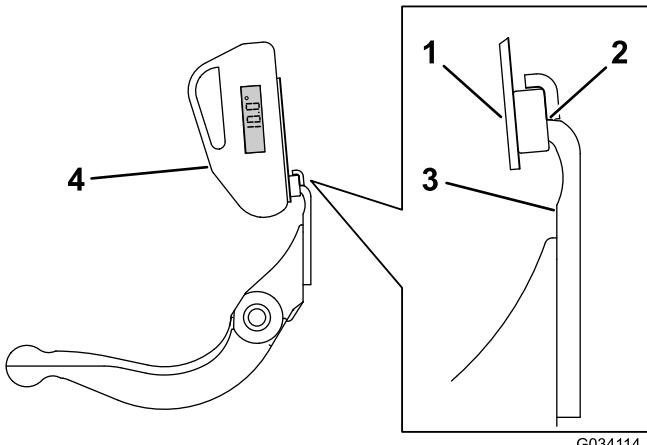

Figura 29
3. Posizionate il supporto del goniometro sul bordo della controlama, in modo che il bordo del magnete corrisponda a quello della controlama (Figura 29).
- 4. Posizionate il goniometro sul supporto, come illustrato nella Figura 29.